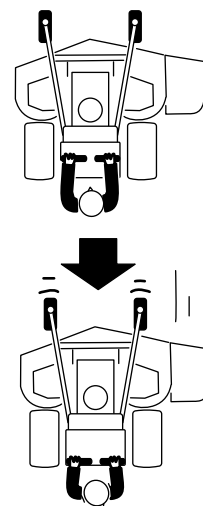

Figure 16
2. Tirez lentement les leviers de commande de déplacement en arrière (Figure 16).